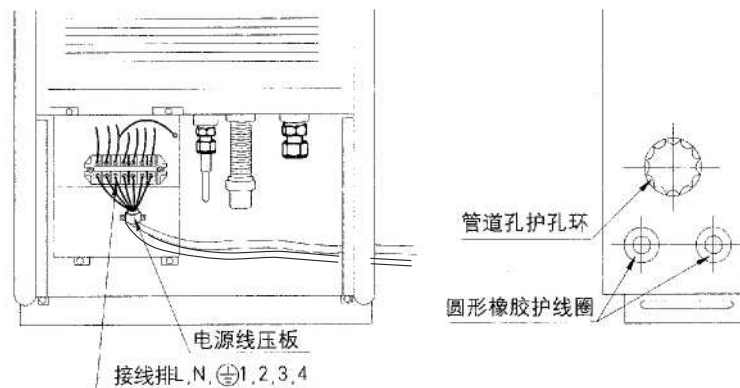

图14（此图仅作参考用）
- (1) 拆下室内机下部的维修面板：拆下维修面板下部的2个螺钉，然后向下拉出维修面板。
- (2) 按图14所示，根据电气原理图进行接线。